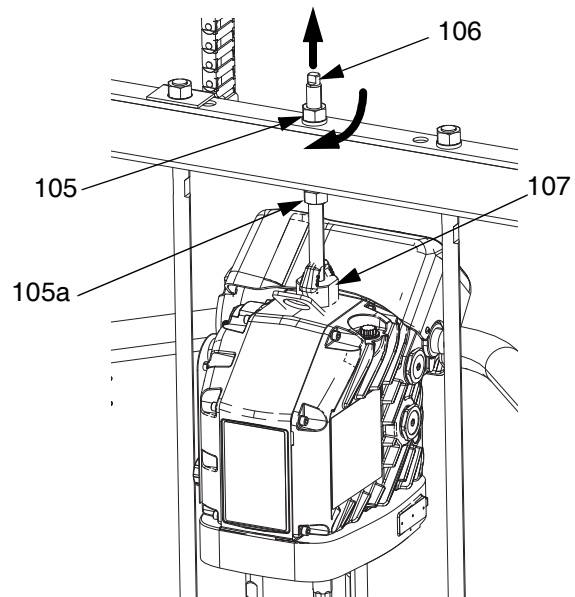

図 36
1. 置換ポンプ (AC) をプラテン (AD) に挿入します。45 ページのプラテン接続の手順を実行します。
3. ドライバー (AB) の接続:
- a. ラムバーの上部のナット (105) にレンチを使用してドライバーを置換ポンプ (AC) まで下げます。図 36、46 ページを参照してください。ナット (105) をロッドを通して持ち上げ、ラムバーの下で締め付けます。クロスバーの下のナット (105) を最大 25 ft-lb (34 N•m) で締めます。